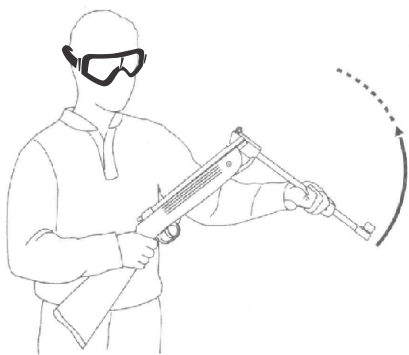

Fig. 7
- Traga o cano até sua posição completamente fechada. (Fig. 7)